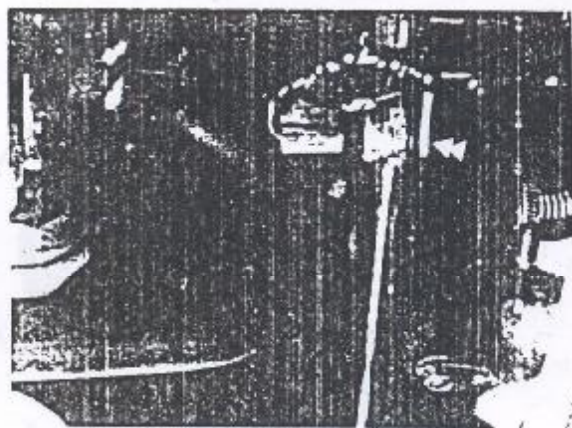

Figura 1.21.2. - Sensor da luz indicadora
3. Desligar os terminais do sensor do ventilador do radiador, localizado na base do radiador (Figura 1.21.2).
radiador, na base do radiador (Figura 1.21.2).